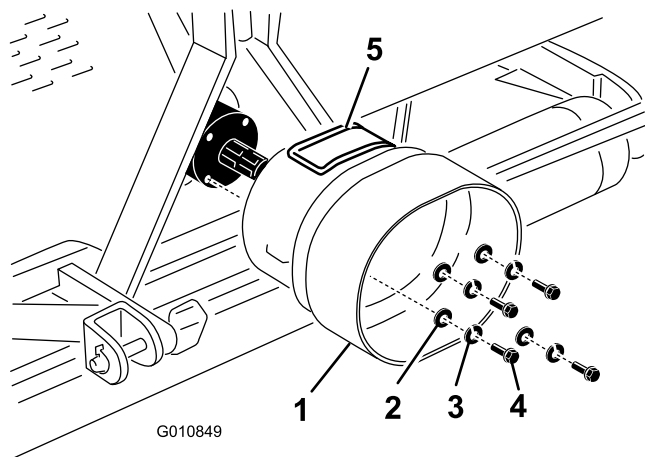

Рисунок 22
- Отверните 4 болта, снимите стопорные шайбы и плоские шайбы, которые крепят заднюю часть редуктора азратора (Рисунок 22).
- Закрепите кожух BOM на редукторе азратора снятыми ранее крепежными деталями (Рисунок 22).
Установите панель доступа (Рисунок 22) кожуха BOM так, чтобы она находилась наверху или сбоку в зависимости от конфигурации рамы азратора.
Примечание: Панель доступа (Рисунок 22) можно открыть для облегчения снятия и установки деталей крепления вала отбора мощности.